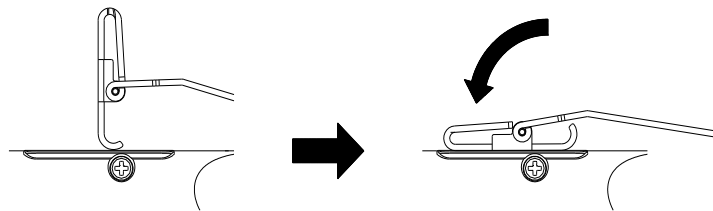

図 4
- (7) 図 4 のように本体のレバーをストッパーの前に倒しながら押して下さい。